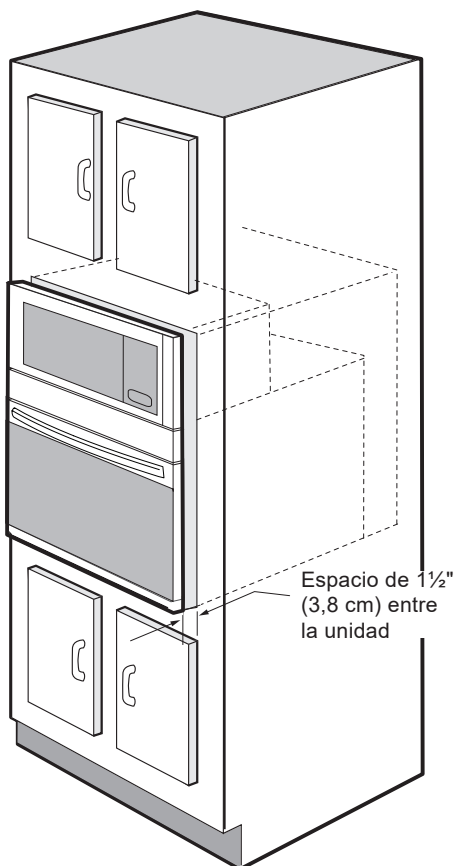

Figura 6: Instalación en el Mueble
3. Coloque el horno en la abertura del gabinete. Deslice el horno hacia adentro, dejando un espacio de 1½" (3,8 cm) entre el horno y la parte delantera del gabinete (vea la figura 6).